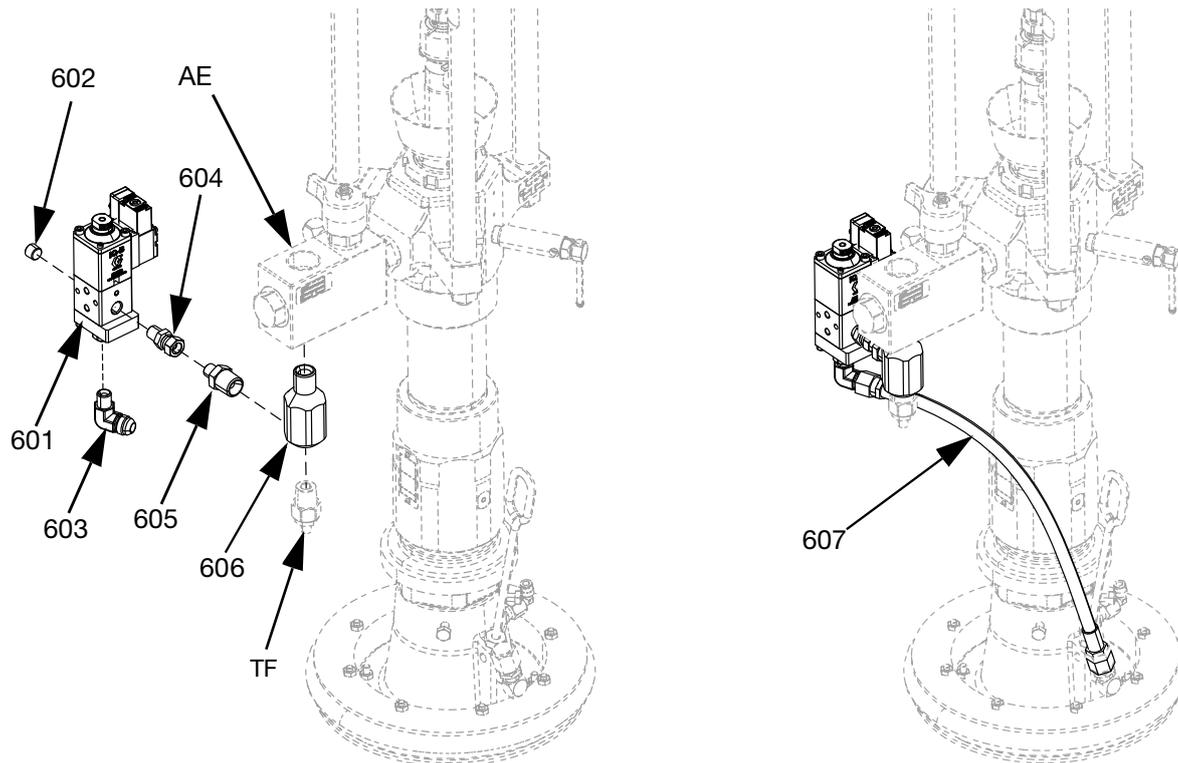
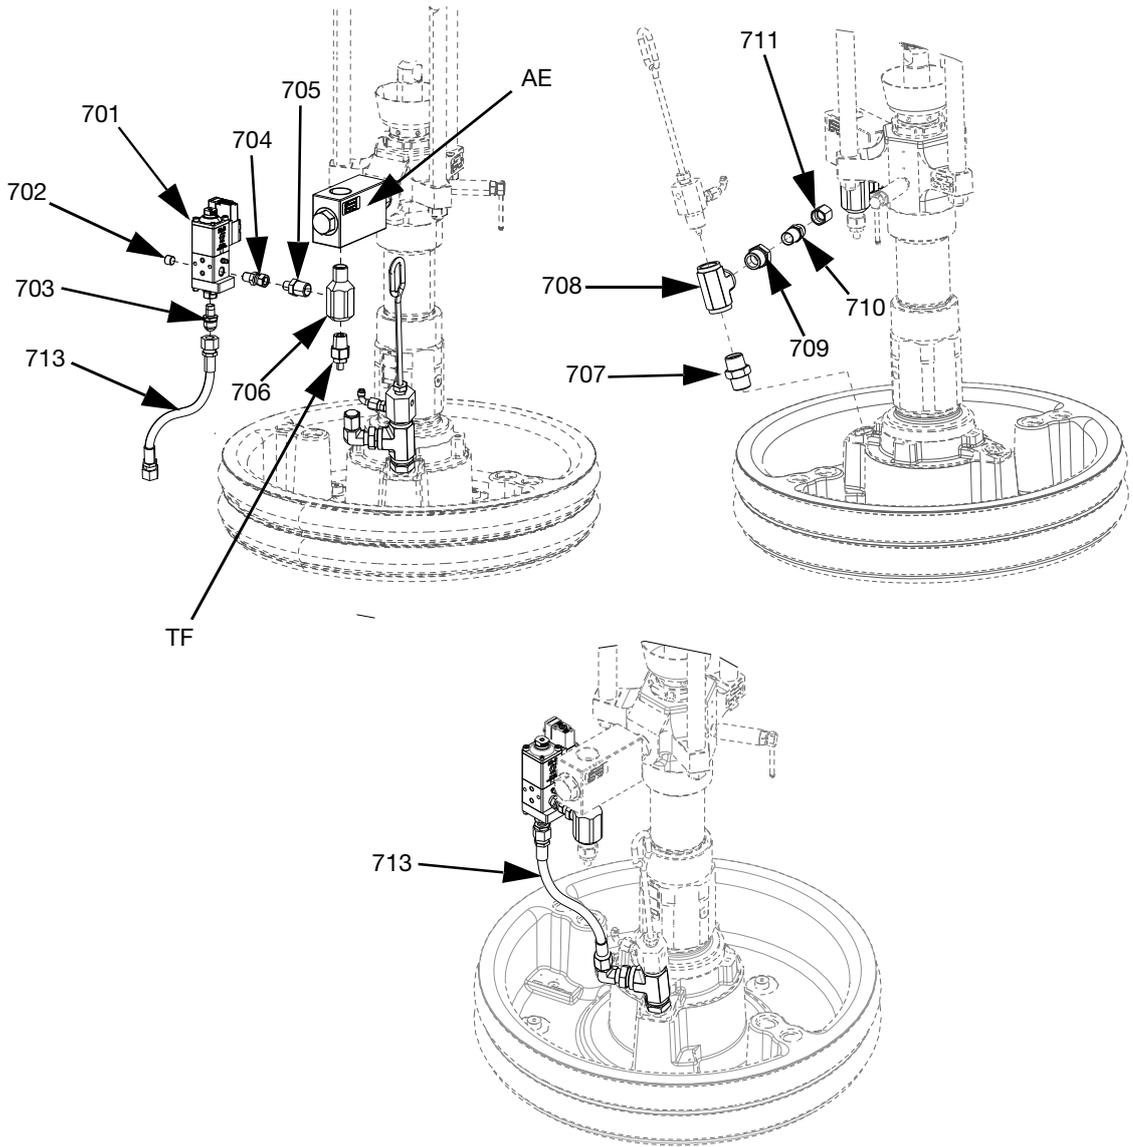

ABB. 69: Plattenventilsatz, 25R452
ABB. 73: Plattenventilsatz, 25R453
2. Den Druckwandler von Anschluss 5 am elektrischen Antrieb (AB) trennen.
3. Das Druckwandlerfitting (TF) und das Fitting, das am Material-Rückschlagventil (AE) befestigt ist, entfernen.
4. Mithilfe von Gewindeband das 1/2-NPT-T-Fitting (606) in das Material-Rückschlagventil (AE) einbauen, dann das Druckwandlerfitting (TF) wieder in den Boden des 1/2-NPT-T-Fittings (606) einbauen.
5. Mithilfe von Gewindeband den 1/4-NPT- x 1/2-NPT-Adapter (605) in das 1/2-NPT-T-Fitting (606) einbauen. Siehe ABB. 69.
6. Das Plattenventil (601) mithilfe des Drehgelenkfittings (604) am 1/4-NPT-Fitting (606) einbauen, dann festziehen.
7. Den Kreislaufschlauch (607) am Plattenventil (601) anbringen und festziehen.
8. Den Druckwandler wieder an Anschluss 5 am elektrischen Antrieb (AB) anschließen.
4. Mithilfe von Gewindeband das 1/2-NPT-T-Fitting (706) in das Material-Rückschlagventil (AE) einbauen, dann das Druckwandlerfitting (TF) wieder in den Boden des 1/2-NPT-T-Fittings (706) einbauen.
5. Mithilfe von Gewindeband den 1/4-NPT- x 1/2-NPT-Adapter (705) in das 1/2-NPT-T-Fitting (706) einbauen. Siehe ABB. 69.
6. Das Plattenventil (701) mithilfe des Drehgelenkfittings (704) am 1/4-NPT-Fitting (706) einbauen, dann festziehen.
7. Den Kreislaufschlauch (713) am Plattenventil (701) anbringen und festziehen.
9. Den Entlüftungsstab (EF) und Entlüftungsanschluss (EG) entfernen, und die Fittinge (707, 708, 709, 710, 711) einbauen, wie dargestellt in ABB. 73.